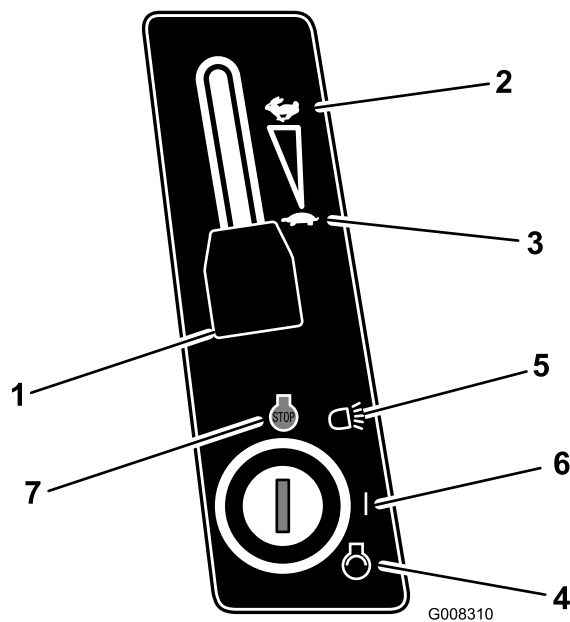

Figure 12
5. Si le moteur est froid, placez la manette d'accélérateur en position Starter (Figure 12).
6. Placez la manette d'accélérateur en position Bas régime (Figure 12).
7. Tournez la clé de contact dans le sens des aiguilles d'une montre et maintenez-la en position de Démarrage (Figure 12). Relâchez la clé quand le moteur démarre.
8. Lorsque le moteur démarre, amenez progressivement la manette d'accélérateur en position Haut régime (Figure 12).
1. Placez la manette d'accélérateur en position Bas régime (Figure 12).
2. Tournez la clé de contact en position Contact coupé (Figure 12).